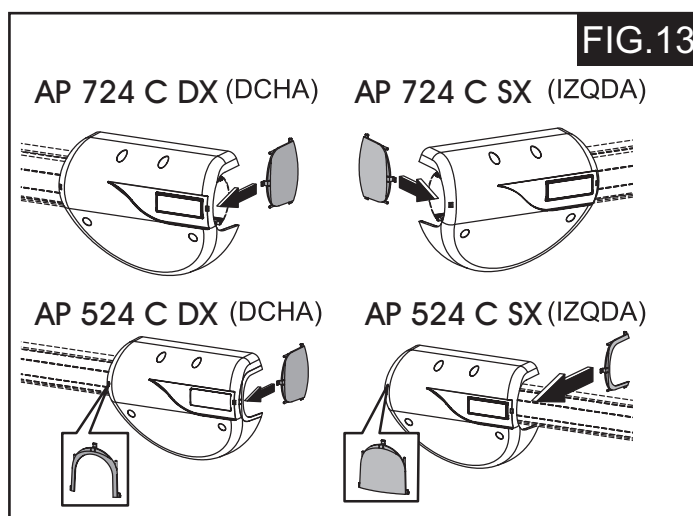

FIG.13
- 4.- Ensamble el cárter como se indica en la (Fig. 13), en función del tipo de Barrera y de instalación, izquierda o derecha.